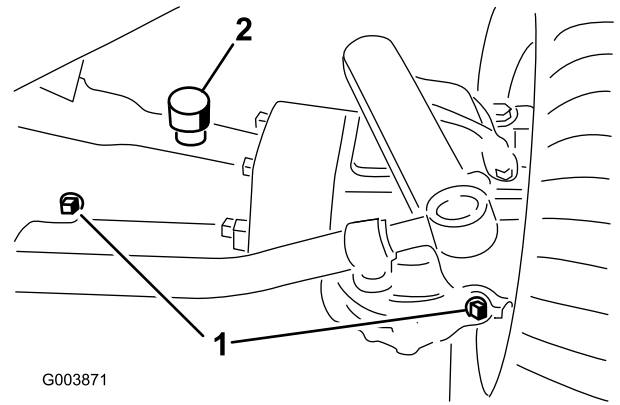
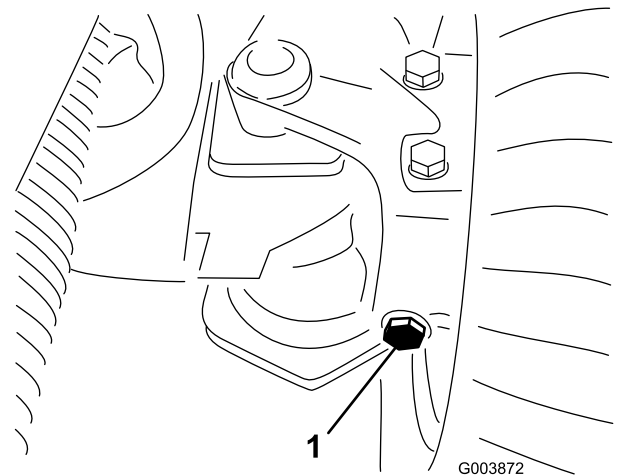

図 29
図 30
2. アクスルの各端から点検用プラグ (図 29と図 30) を抜き、穴の上面まで潤滑油があることを確認する。